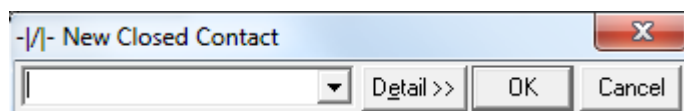

Рисунок 20 – Создание НЗ контакта
2. Когда курсор окажется в верхнем положении, нажмите клавишу [/]. Откроется окно «New Closed Contact» (Создание НЗ контакта) (рисунок 20).